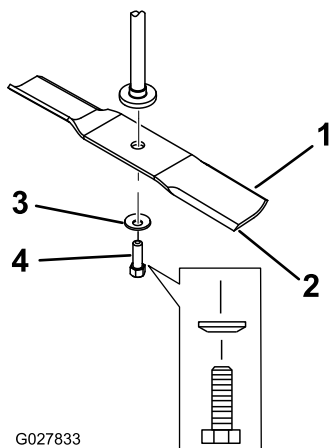

Figura 63
2. Retire del eje el perno de la cuchilla, la arandela curva y la cuchilla (Figura 63).
- Instale la cuchilla en el eje (Figura 63).
- Instale la arandela curva (con la copa hacia la cuchilla) y el perno de la cuchilla (Figura 63).